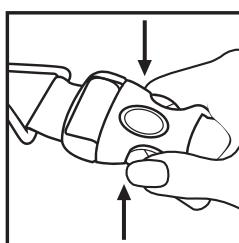
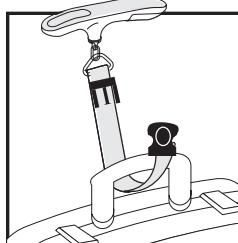

Рис. 4
Рис. 5
- Разсоедините крепление (11) (Рис. 4);
- Для включения весов нажмите кнопку  (6) и дождитесь пока на дисплее (1) появятся символы «<0.0»;
- Протяните ремень (5) безмена через ручку Вашего предмета (предметов). Зашелкните крепление (11) (Рис. 5 и 6);